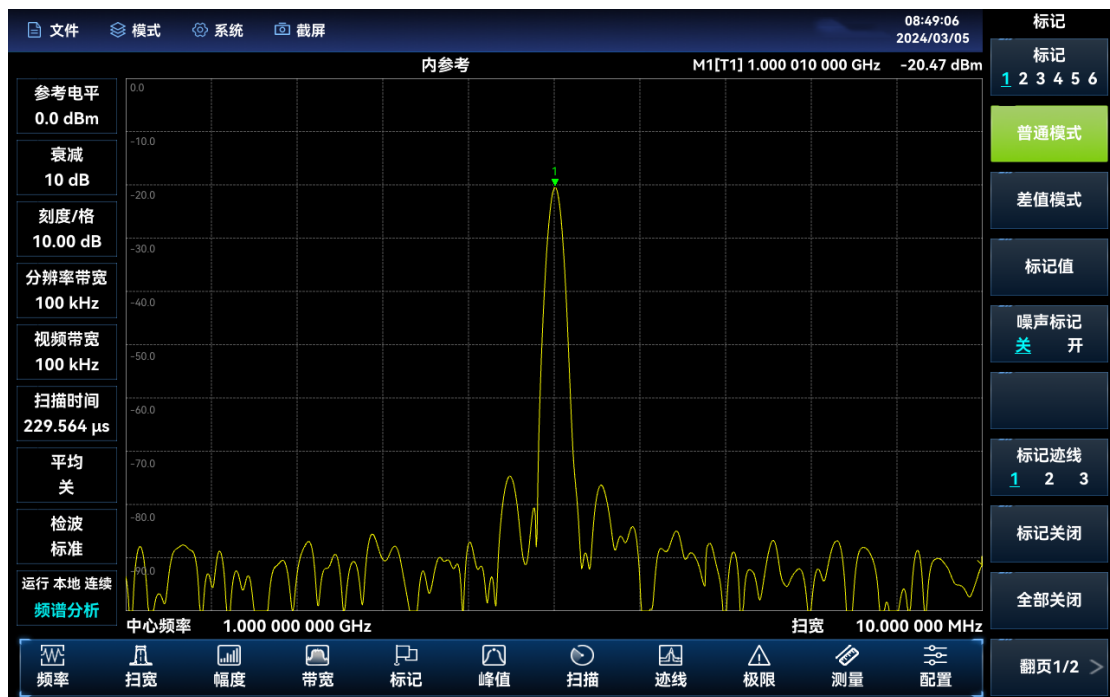

图 3.11 激活标记
- 按【标记】，该操作激活普通标记并显示在水平坐标的中央位置（由标记可读出频率和幅度值并显示在活动功能区。此时标记读数频率为 1GHz，幅度约为-20dBm，如图 3.11 所示。